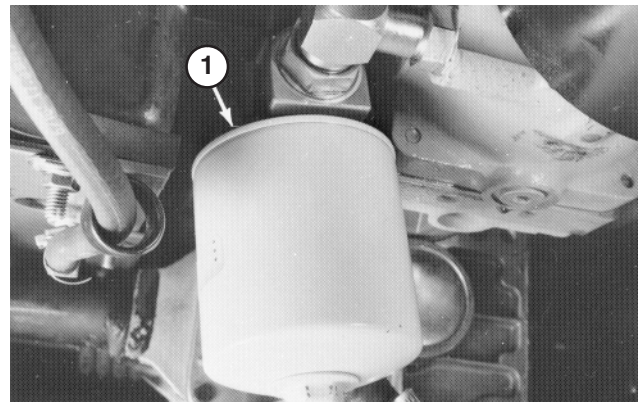

Bild 72
1. Reinigen Sie den Bereich um den Hydraulikölfilter. Nehmen Sie den Filter von der Fassung ab (Bild 72) und reinigen Sie die Filterbefestigungsfläche.